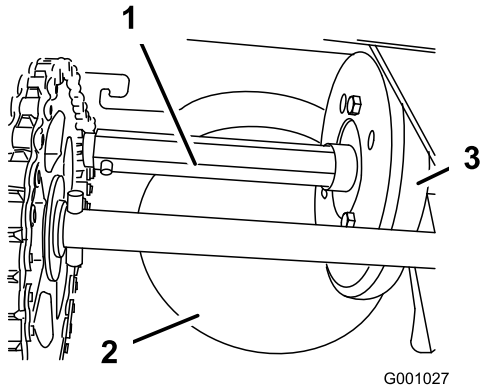

Figure 41
Graissez légèrement l'arbre hexagonal une fois par an avec de l'huile moteur de type automobile (Figure 41).
**Important:** Veillez à ne pas faire couler d'huile sur la roue en caoutchouc ou le plateau d'entraînement à friction en aluminium ou la transmission patinera (Figure 41).